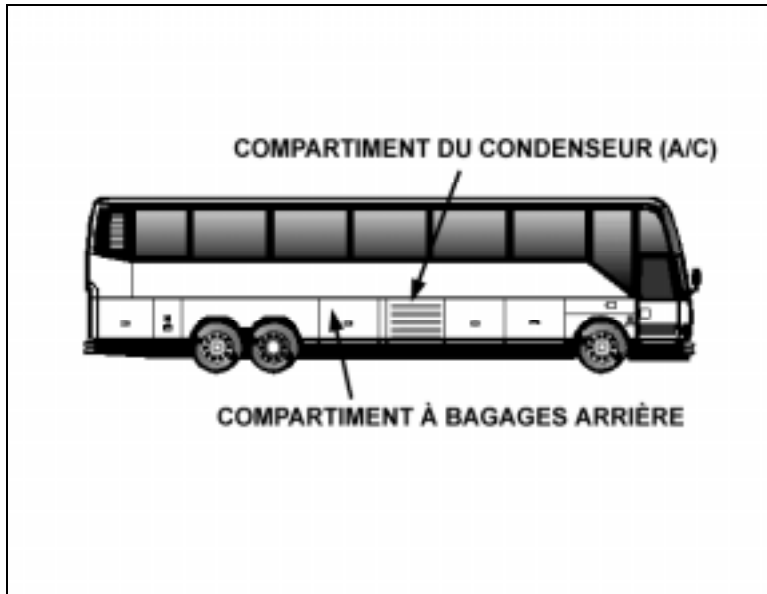

FIGURE 1: COMPARTIMENT À BAGAGES ARRIÈRE
1. Dans le compartiment à bagages arrière (voir fig. 1), couper les attaches de nylon et déplacer les câblages lorsque nécessaire.